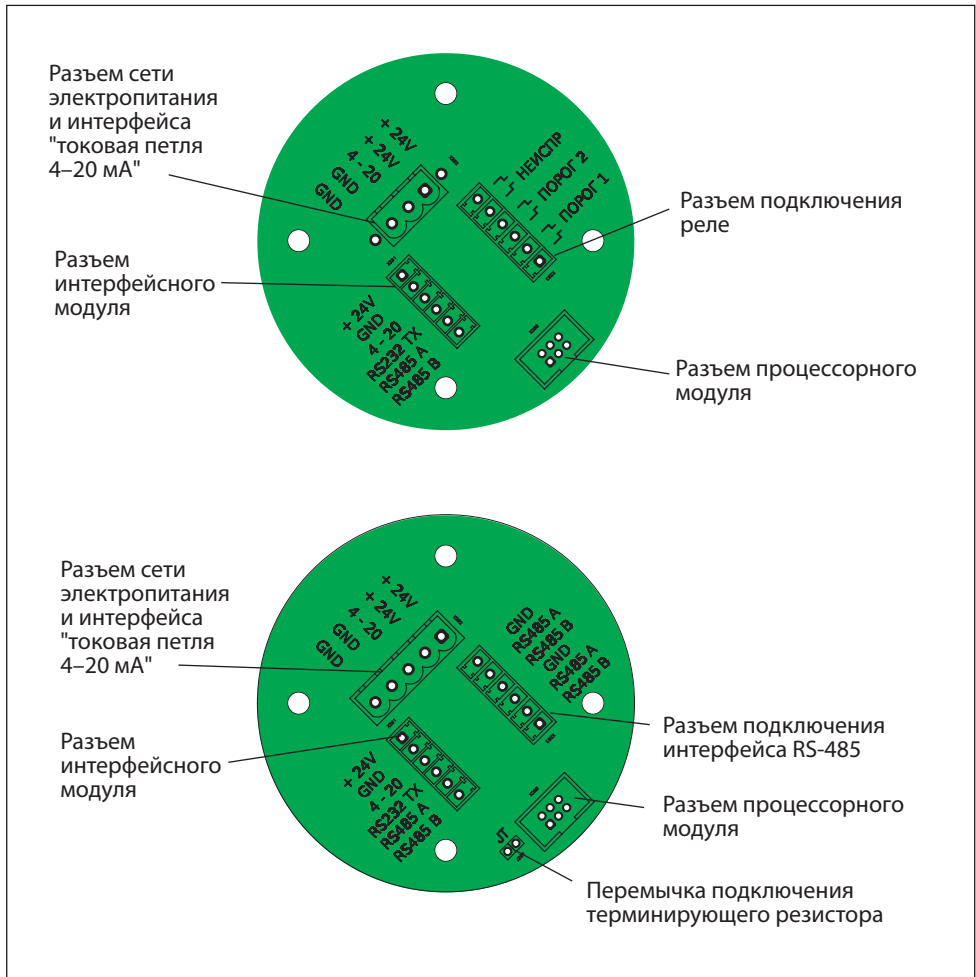

Рис.12. Модуль коммутации: а) модель 5021 (автономная), б) модель 5021-03 (сетевая)
6. Отсоедините кабельную часть разрывных колодок, установленных на коммутационной плате. Подключите кабели в соответствии с маркировкой на плате и на рис.12 и прочно закрутите отверткой фиксирующие винты кабельных колодок.
- отсоедините его кабельную колодку (X201, см. рис.12–14);
- введите кабель от интерфейсного модуля в корпус МКИУС, подключите к колодке согласно цветовой маркировке на кабеле и обозначениями на плате коммутационного модуля (на рис.12);
9. При работе с сетевыми вариантами конструктивного исполнения газоанализатора, если необходимо отключить/подключить терминирующий резистор (в зависимости от конфигурации сети) снимите/установите перемычку в позицию JT (см. рис.12)
Последовательно нажимая кнопки ПОРОГ, ВЫБОР и "+", с помощью тестера сопротивления проверьте факт замыкания трех реле. Тестер необходимо подключать к проводам, соединенным с колодкой X203 Реле (см. рис.12а, 13)